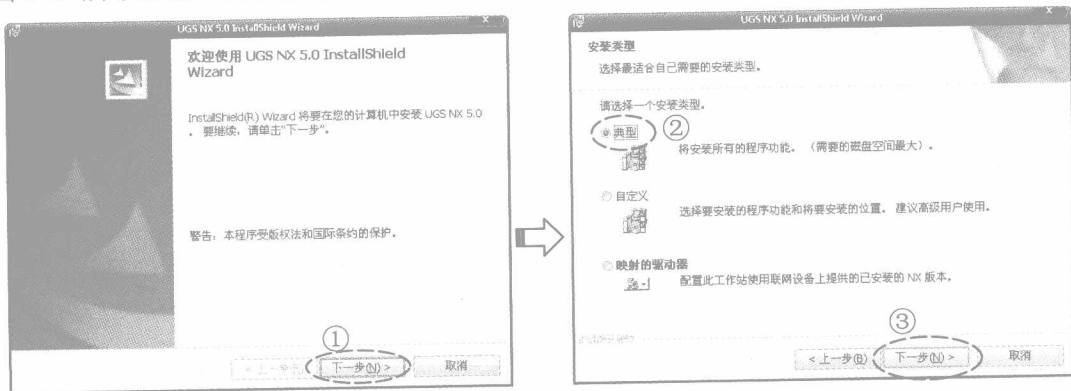

图 1-12 选择安装类型
(14) 单击 **下一步(N) >** 按钮后弹出《UGS NX5.0 InstallShield Wizard》对话框，然后以图 1-12 所示的指引进行操作。